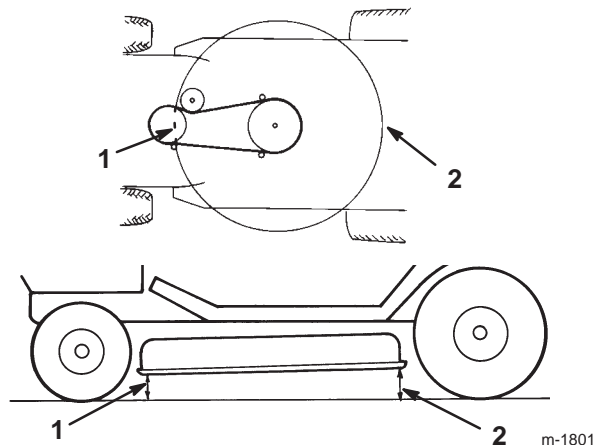

Bild 44
10. Messen Sie zur Kontrolle der Schnittmesserneigung in Längsrichtung den Abstand zwischen der Mähwerkunterseite (Mitte vorne und Mitte hinten) und der ebenen Oberfläche (Bild 44). Stellen Sie, wenn die Vorderseite des Mähwerks mehr als 16 mm tiefer liegt als dessen Hinterseite, die Schnittmesserneigung gemäß der Arbeitsschritte 11 bis 17 ein: